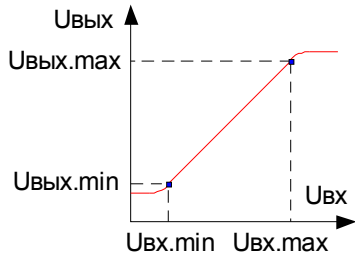

Рис. 216
1. Амплитудная характеристика – это зависимость амплитуды выходного сигнала от амплитуды входного сигнала (смотрите рисунок 216).  $U_{\text{вых}} = f(U_{\text{вх}})$ .